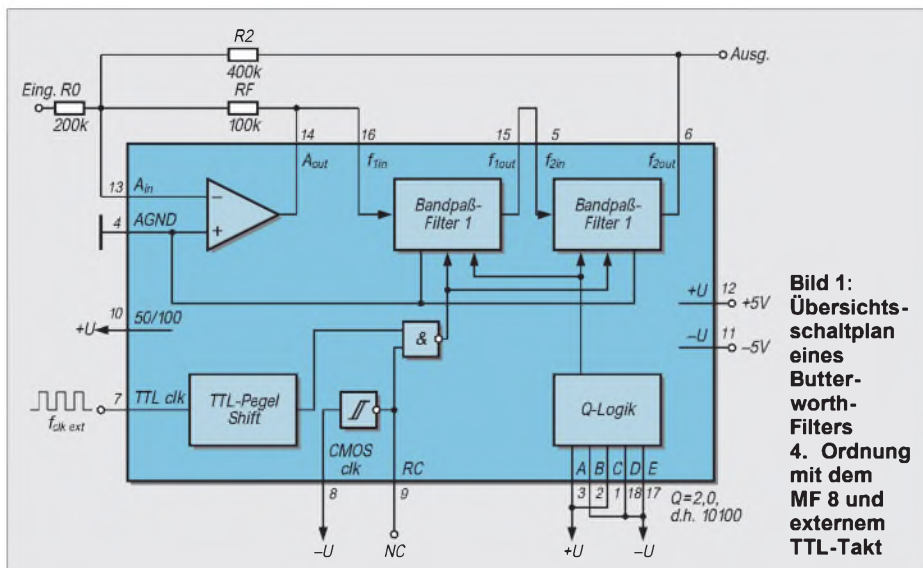

Bild 1: Übersichtsschaltplan eines Butterworth-Filters 4. Ordnung mit dem MF 8 und externem TTL-Takt
Drähte zwischen 38 und 42 m Länge benötigen für den $\lambda/4$ -Betrieb auf 160 m weder eine elektrische Verlängerung noch eine Verkürzung. Man isoliert also den Strahler mit einem Porzellan-Ei gegen Erde und schließt die Seele des speisenden 50- Ω -Koaxialkabels direkt an den Antennendraht und den Schirm der Erde an, beides am besten direkt am Isolator (Bild 1). Zur Ableitung statischer Elektrizität sollte er durch einen Widerstand 100 k Ω /2 W überbrückt werden.
Wie bei der Variante nach Bild 1 leitet ein Hochohmwiderstand statische Aufladungen der Antenne ab.
Die Programmierungen für die Güte erfolgen entweder an +U für logisch H (1) und an Masse (-U) für logisch L (0), was eine wesentliche Vereinfachung darstellt. Bild 1 gibt den Übersichtsschaltplan des MF 8 mit einer Beschaltung für ein Butterworth-Filter 4. Ordnung mit externem TTL-Takt und dualer Betriebsspannung wieder. Die Bezeichnungen der Widerstände R0, RF und R2 wurden der Applikation entnommen und hier beibehalten.